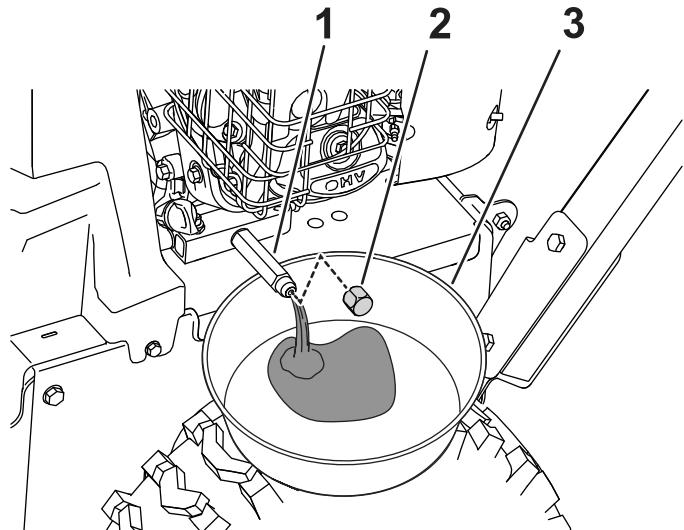

Figure 29
1. Placez un bac de vidange sous le raccord de vidange et enlevez le bouchon de vidange d'huile (**Figure 29**).